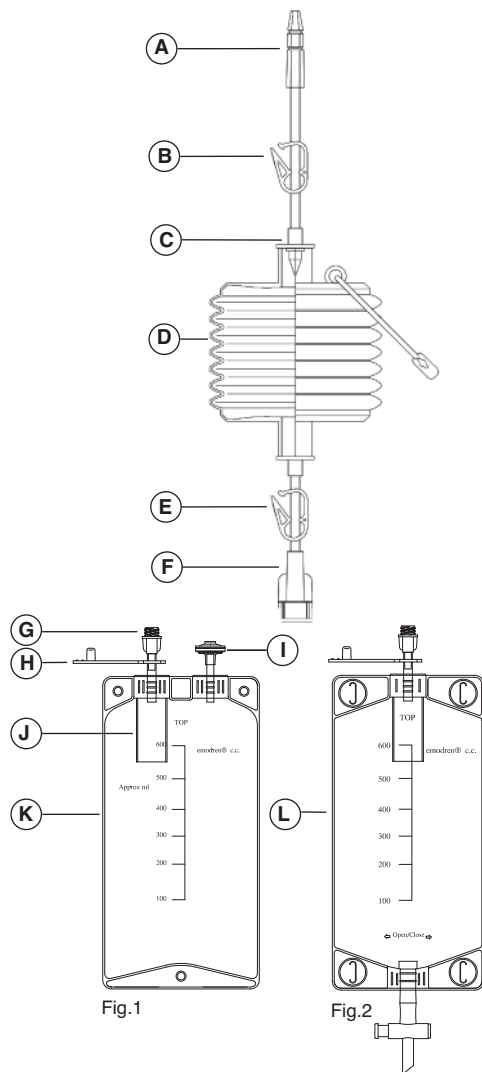

Fig.1
- sacca di raccolta dotata di filtro aria idrorepellente (Fig. 1) e
- bag with water-repellent air filter (Fig. 1) and